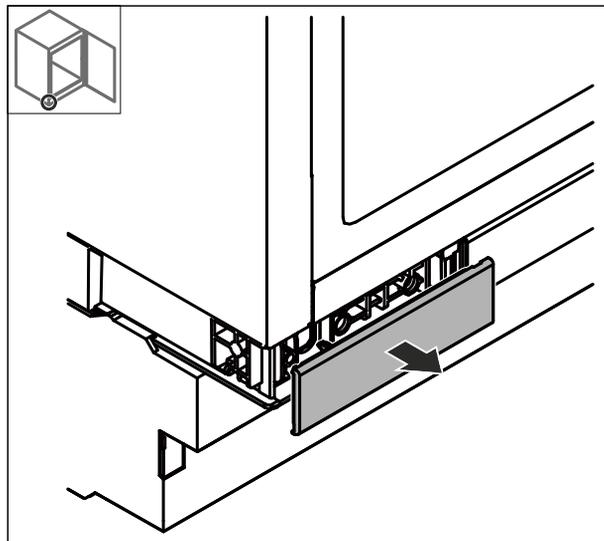

図4
- 図4で取り外したカバーを180°回転させ、機器下部の戸先側に取り付けます。